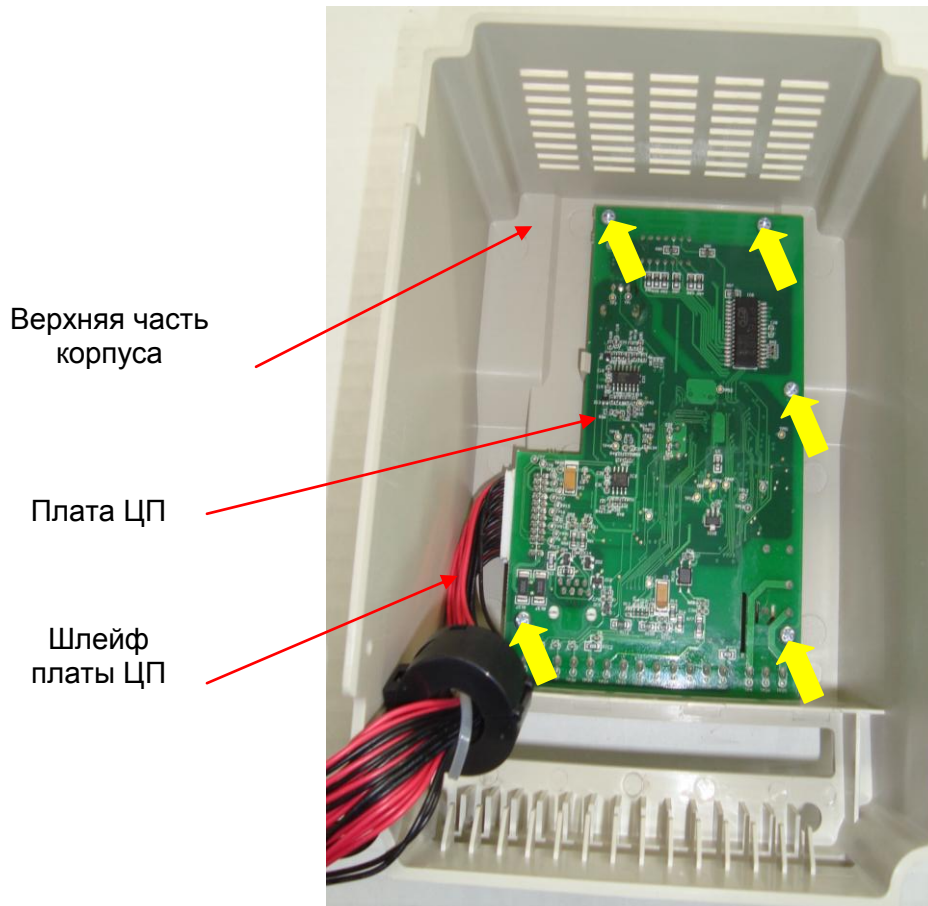

Рис. 7.9
7.6.2. Установить плату ЦП в верхнюю часть корпуса и закрепить винтами (желтые стрелки, рис. 7.9).